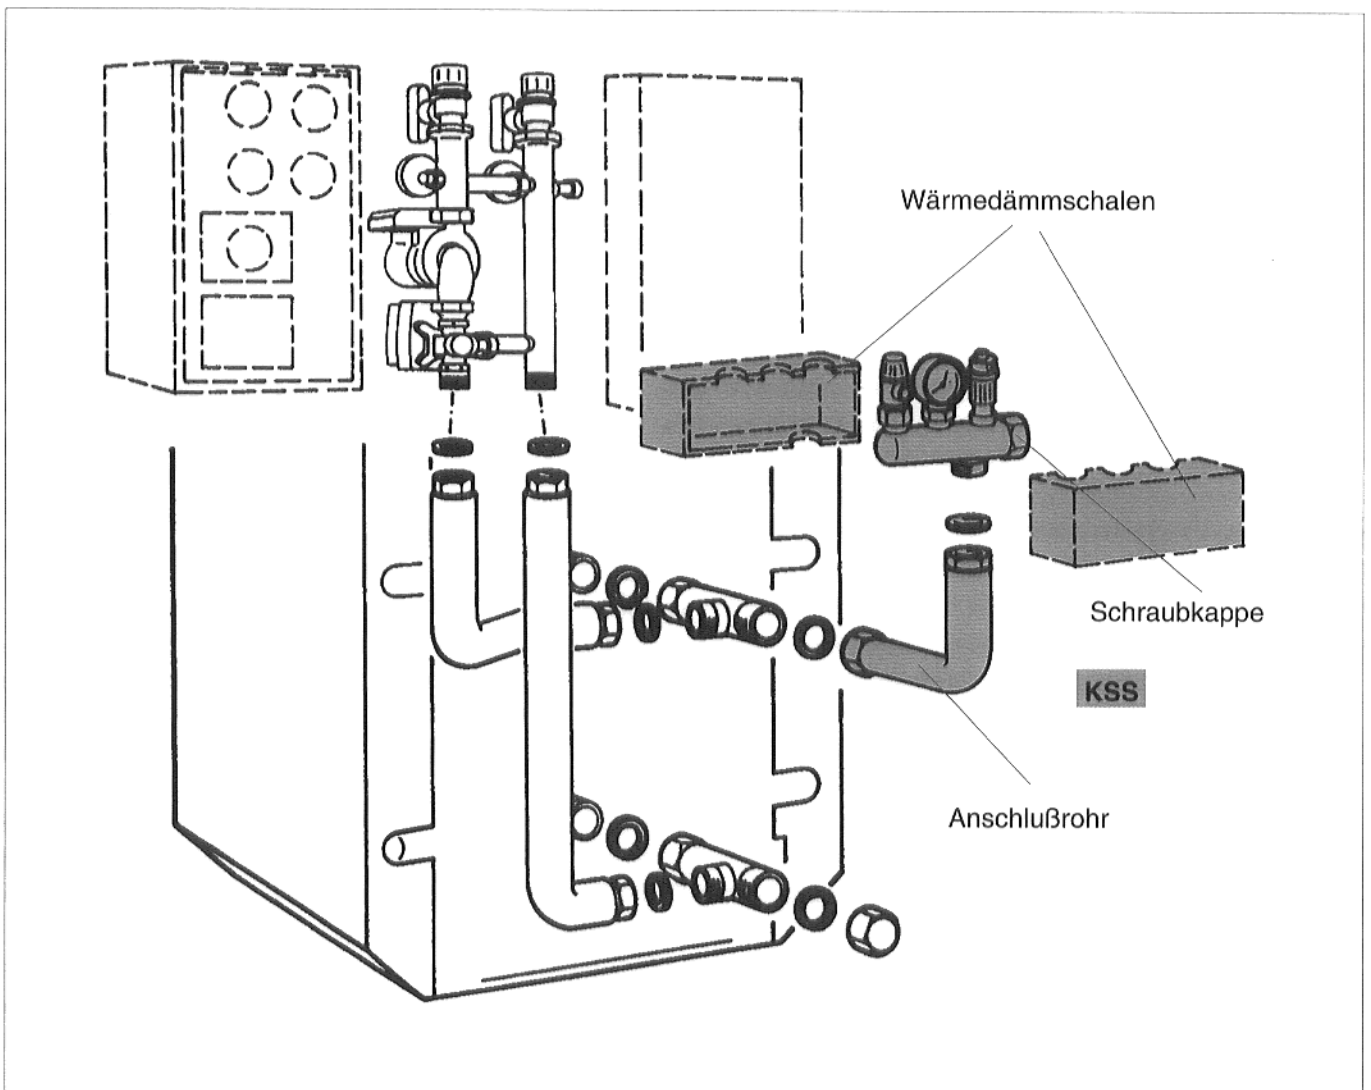

Abb. 5 Sicherheits-Set am Heizkessel G124 X
- Flachdichtung in eine der Verschraubungen des Anschlußrohres einlegen und Anschlußrohr auf den hinteren Abgang des T-Stückes im Kesselvorlauf aufschrauben (Abb. 5).
Der Abgang des Anschlußrohres muß senkrecht nach oben zeigen (Abb. 5).
- Flachdichtung in den freien Abgang des Anschlußrohres einlegen und Verteiler und Verteiler auf das Anschlußrohr aufschrauben (Abb. 5).
- Verschraubungen auf Dichtheit prüfen. Wärmedämmschalen entsprechend Abb. 5 von beiden Seiten auf den Verteiler aufschieben (Abb. 5).